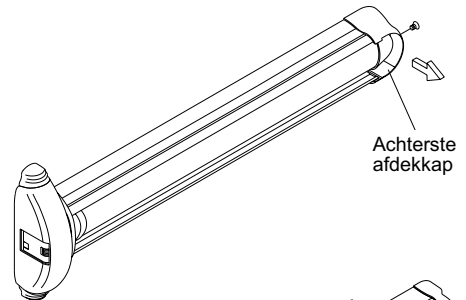

Fig. 1
a) Verwijder de achterste afdekkap. (zie Fig.1).